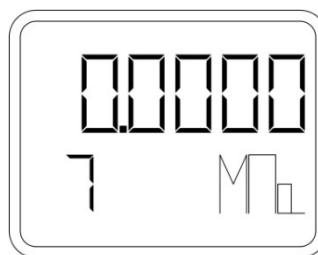

Рисунок 25 – Установка нуля
- При помощи кнопки «M» (или «S») зайти в пункт меню 7 (рисунок 25).